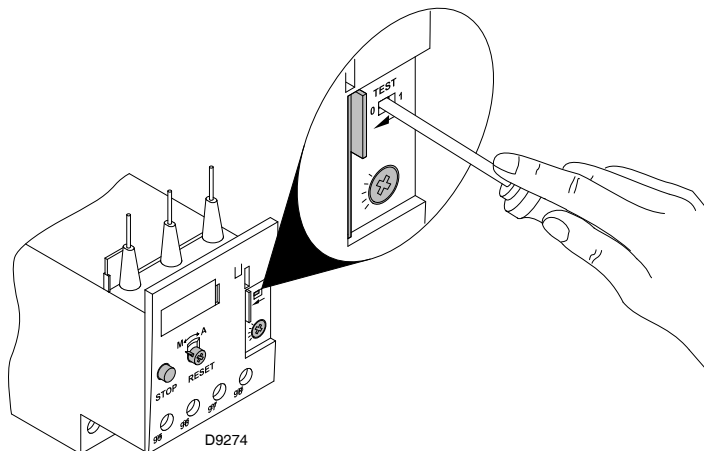

Fig. 30
- Pour tester le relais thermique, introduire un tournevis dans la fenêtre "TEST" (Fig. 30) et déplacer le dans le sens de la flèche (vers la droite).